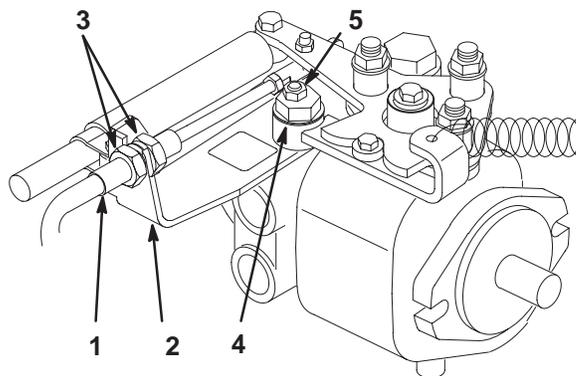

Bild 41
- A. Lösen Sie beide Klemmmuttern, mit denen der Fahrtriebs-Bowdenzug an der Trennwand am Hydrostat befestigt ist (Bild 41). Achten Sie darauf, dass die Klemmmuttern gleichmäßig gelockert sind und eine ausreichende Einstellung ermöglichen.
- B. Lösen Sie die Mutter, mit der der Exzenter oben am Hydrostat befestigt ist (Bild 41).
- D. Drehen Sie den Exzenter, bis kein Kriechen in jeder Richtung auftritt. Ziehen Sie, wenn sich das Rad nicht mehr dreht, die Schraube fest, um den Exzenter und die Einstellung zu arretieren (Bild 41). Überprüfen Sie die Einstellung mit dem Gasbedienungshebel auf „Langsam“ und auf „Schnell“.
- E. Ziehen Sie die Sicherungsmuttern, mit denen der Bowdenzug an der Trennwand befestigt ist, **gleichmäßig** von der Innenseite der Trennwand fest (Bild 41). Verdrehen Sie nicht den Bowdenzug.